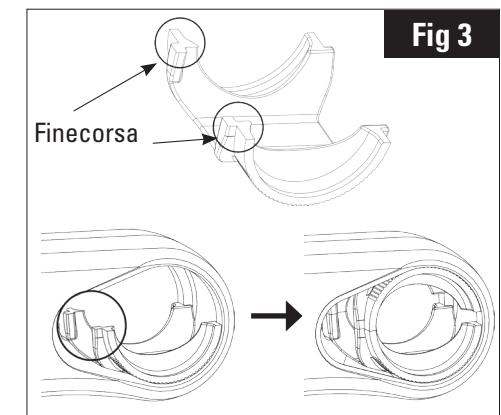

Fig 3
1. Introdurre una delle semi-conchiglie (11) orizzontalmente nel corpo dell'attacco manubrio, poi inserire la seconda semi-conchiglia (i finecorsa devono essere uno di fronte all'altro e posizionati verso la parte anteriore) : Fig. 3